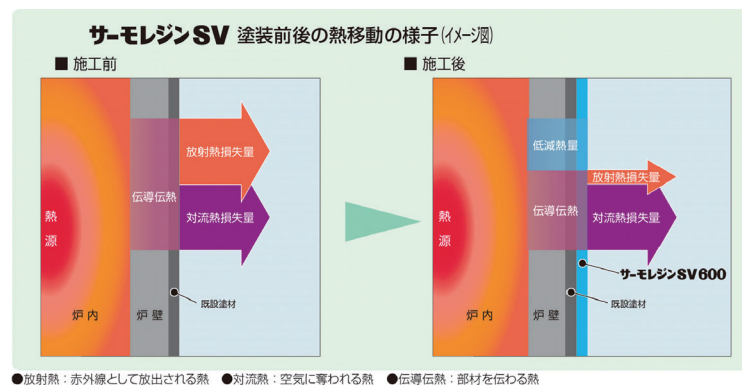

図1 放散熱の内訳
炉壁からの放散熱は、放射熱（輻射熱） q_r (W/m²) と対流熱 q_{cv} (W/m²) に分かれる。放射熱とは、物質から電磁波として放散される熱であり、式にすると、 $q_r = \varepsilon \times \sigma \times (T_1^4 - T_0^4)$ 【 ε ：放射率、 σ ：ボルツマン定数 (W・m²・K⁻⁴)、 T_1 ：炉壁温度 (K)、 T_0 ：環境温度 (K)】となる。一方で、垂直面での対流熱については、 $q_{cv} = \Delta\theta \times 2.56 \times \Delta\theta^{0.25} \times [(W+0.348)/0.348]^{0.5}$ 【 $\Delta\theta$ ：温度差 (K)、 W ：風速 (m/s)】で表される⁽²⁾ (図 1)。